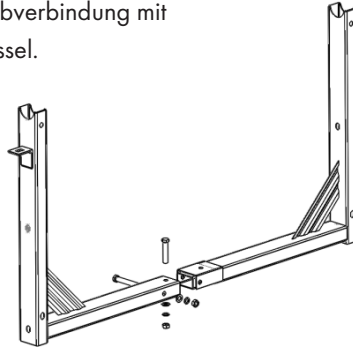

Abb.4
- Verbinden Sie den linken Rahmen (3), S.13 mit dem rechten Rahmen (10) wie in Abbildung 4 dargestellt.